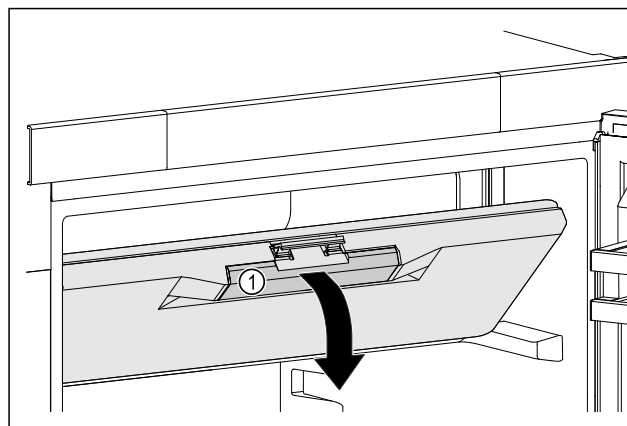

Fig. 48
- ▶ Satveriet saldētavas nodalījuma durvis aiz rokturu padziļinājuma Fig. 48 (1).